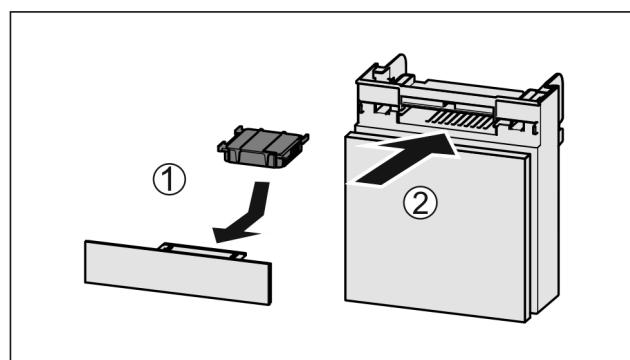

Fig. 53
- Aktivkohlefilter nach Abbildung einsetzen Fig. 53 (1).
- Fach einschieben Fig. 53 (2).